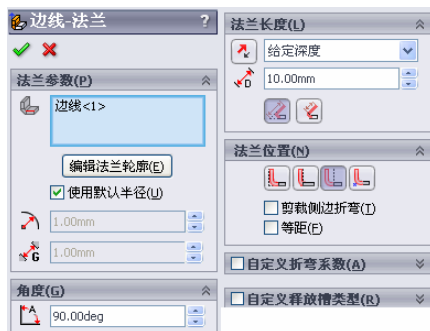

图 10-70 生成“边线法兰”特征操作
⑤ 生成“边线法兰”特征。选择菜单栏中的“插入”→“钣金”→“边线发兰”命令，或者单击“钣金”工具栏中的“边线法兰”图标。在属性管理器中的“法兰长度”栏中键入数值：10，单击“外部虚拟交点”图标，在“法兰位置”栏中单击“折弯在外”图标，其他设置如图 10-70 所示。